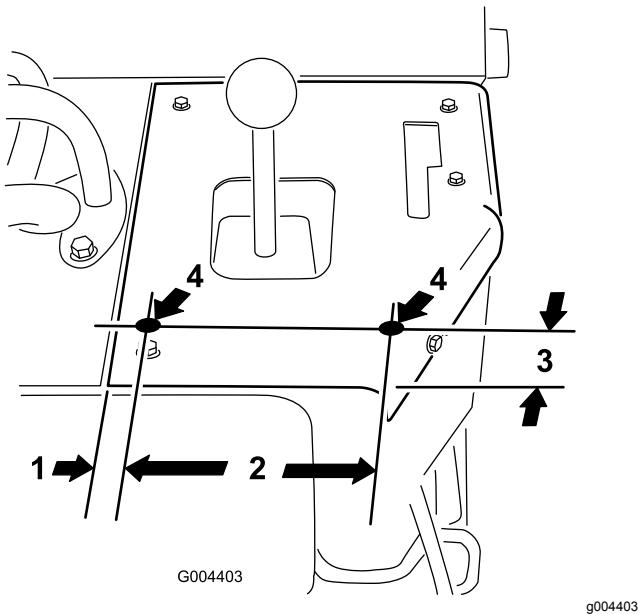

Figura 8
2. Localice y perfore 2 taladros ($\frac{3}{8}$ "") en el panel de control, debajo de la palanca del brazo de carga (Figura 8).